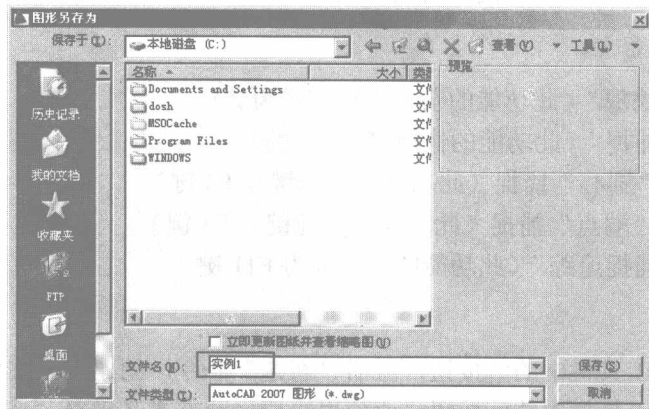

图 1-18 “图形另存为”对话框
- ⑪ 将图形保存。选择“文件”|“保存”命令, 或单击“快速访问”工具栏中的 按钮, 打开“图形另存为”对话框。
- ⑫ 在“图形另存为”对话框中指定存储路径和文件名称, 如图 1-18 所示, 然后单击 **保存(S)** 按钮即可。